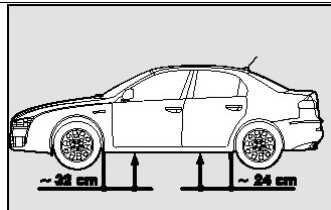
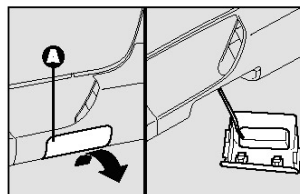

рис.7
рис.8
□ Домкрат устанавливается на расстоянии указанном, на **рис.7** (для версий оснащенных боковыми накладками на порогах, необходимо, перед тем как установить домкрат, снять крышку **A - рис.8** расположенную на самом пороге, действуя, как показано на рисунке);
- компрессор **D**- рис.7 с манометром и переходниками;